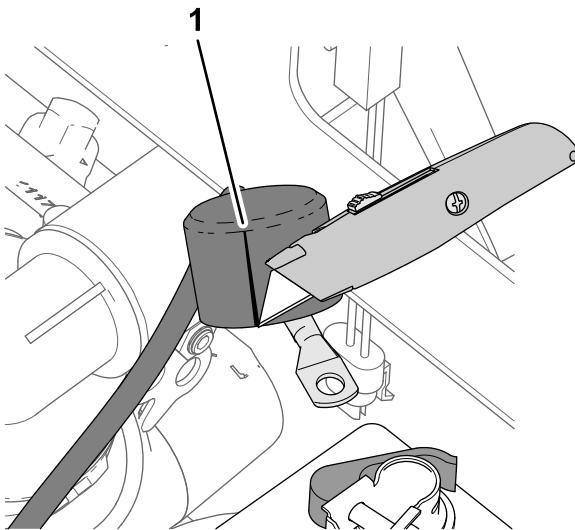

Figura 210
- Deslize a cobertura de isolamento do cabo positivo da bateria para o arrancador como se mostra na Figura 210.